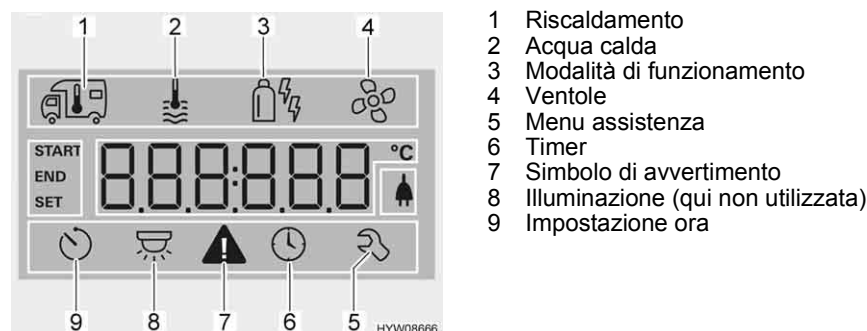

Fig. 122 Display
- Ruotare la manopola/il pulsante (Fig. 107,6), finché il simbolo del menu relativo all'acqua calda (Fig. 122,2) lampeggia.